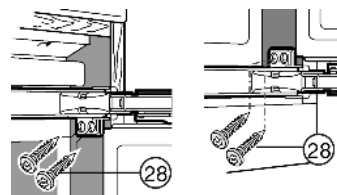

Fig. 17
- ▶ На обеих дверцах прикрутите винтами для стружечной плиты Fig. 17 (28) вверху и внизу через серьги шарнира.